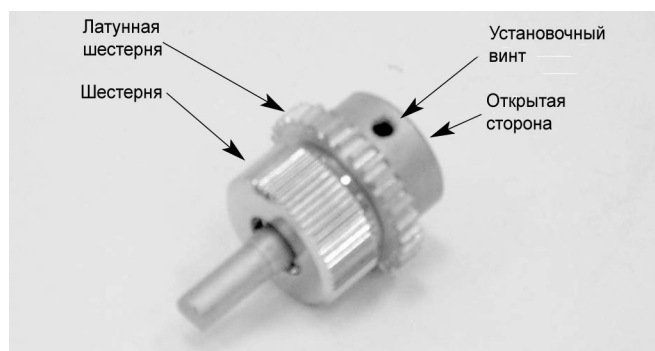

Рисунок 4. Муфта в сборе.
4. Наденьте муфту открытой стороной (рис.4) на стержень червячной передачи. Проверните муфту так, чтобы ее установочный винт оказался напротив плоской стороны стержня червячной передачи. Зафиксируйте муфту, затянув установочный винт универсальным ключом.